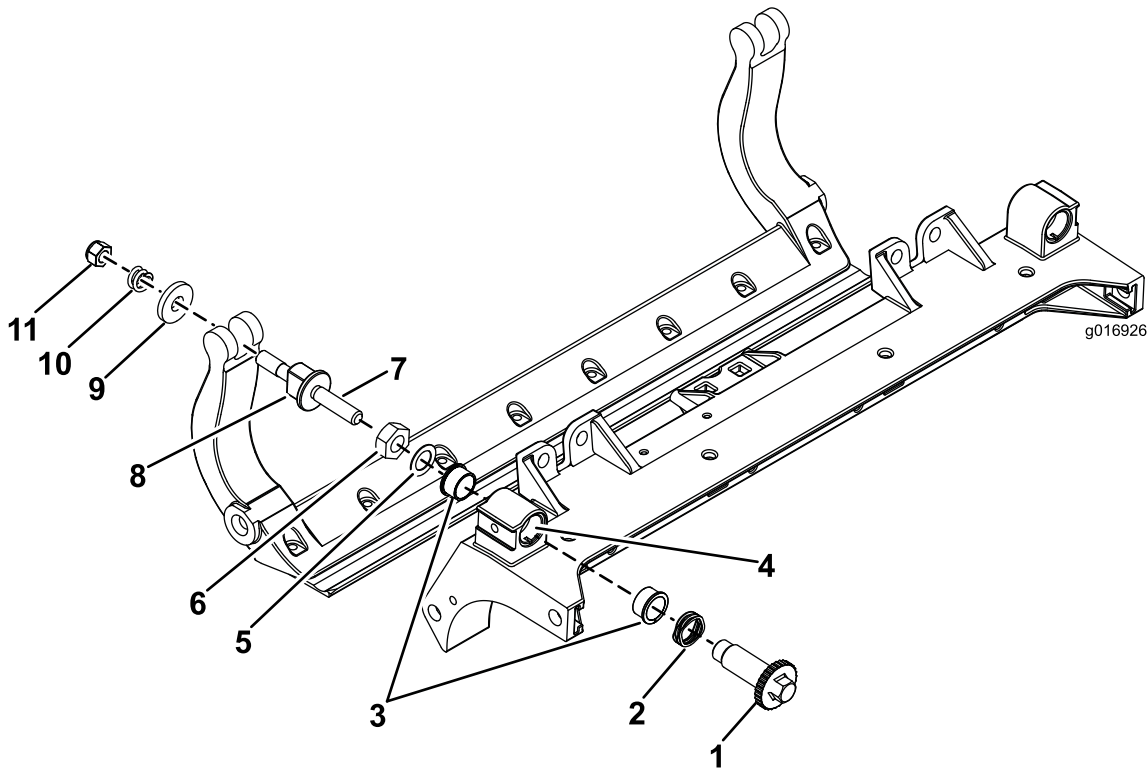

图33
1. 拆除所有零件请参阅 HD DPA 套件型号 120-7230 安装说明和图33。
2. 将防粘剂涂抹到滚刀组承载架的轴套区内侧图33。
3. 将凸缘轴套上的键与机架的槽对准然后安装轴套图33。
4. 将一个波形垫圈安装到调节器轴上然后调节器轴滑入滚刀组机架中的凸缘轴套内图33。
5. 使用扁平垫圈和锁紧螺母固定调节器轴图33。上紧锁紧螺母扭矩至 2027N m。
- 注意 将尼龙垫圈放在侧板凸起的两侧。在两个尼龙垫圈的外侧各放一个钢垫圈图33。